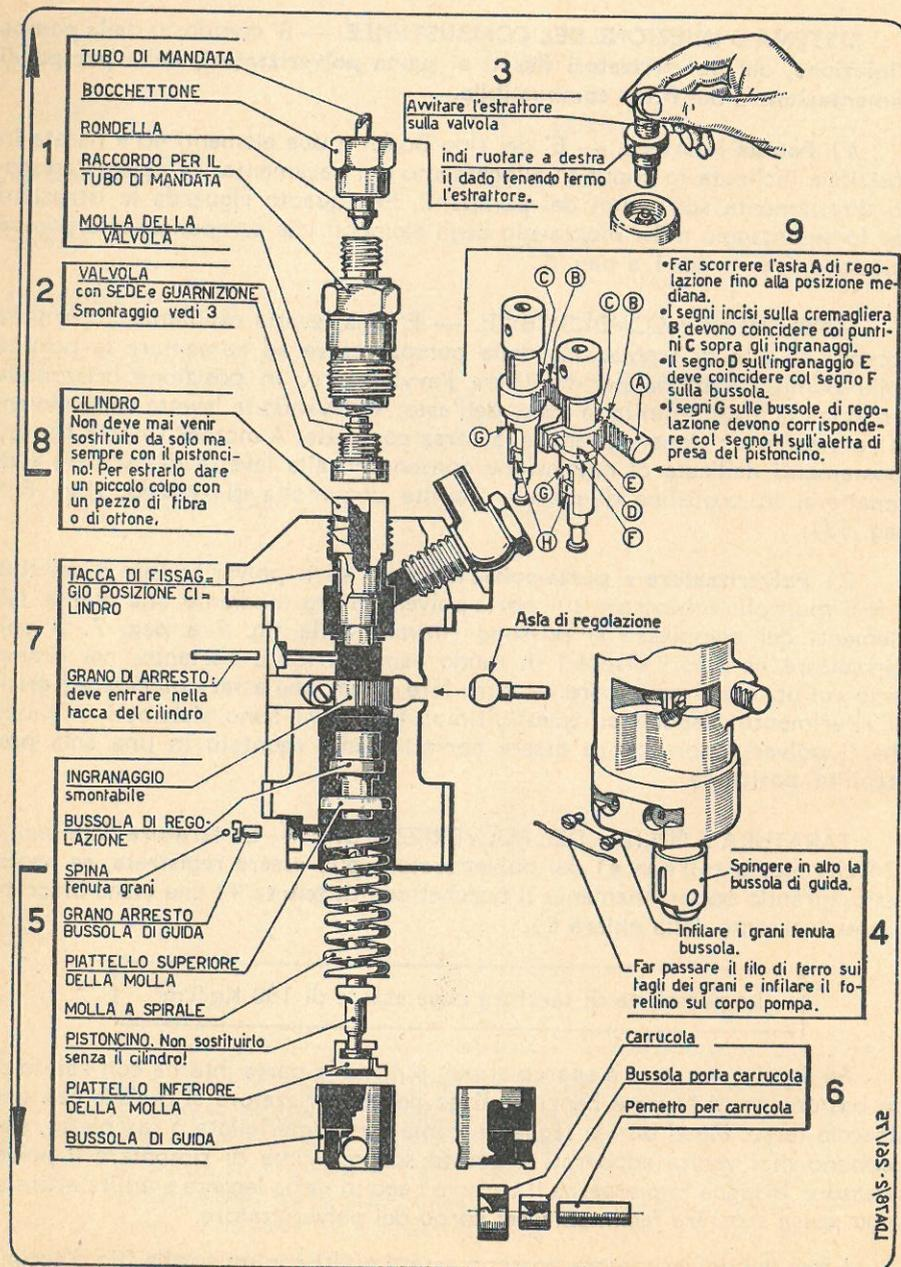

Fig. 1 - ISTRUZIONI PER LO SMONTAGGIO E IL RIMONTAGGIO DELLA POMPA INIEZIONE
A) Pompa iniezione. — E' del tipo Bosch a due elementi ed è fissata in posizione inclinata in apposito alloggiamento del basamento. Le camme agiscono direttamente sui rullini dei pompanti. Per quanto riguarda le istruzioni per lo smontaggio e il rimontaggio degli elementi che compongono la pompa iniezione vedere fig. 1 a pag. 6.